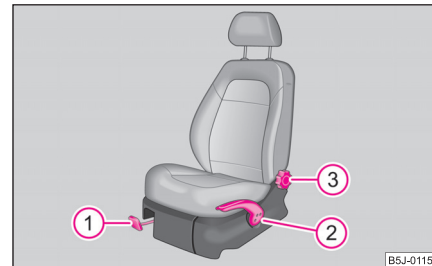

Fig. 49 Elemente de comandă pe scaun
- Se trage maneta ① ⇒ fig. 49 în sus și se deplasează scaunul în poziția dorită.
- Se eliberează maneta ① și se deplasează scaunul mai departe, până când se blochează. ▶
- Când se dorește ridicare scaunului, se ridică maneta ② în sus, sau se pompează.
- Când se dorește coborârea scaunului, se apasă maneta ② în jos, sau se execută mișcări de pompare.
- Depărtați spatele de spătar și rotiți roțița ③, pentru a regla spătarul scaunului.